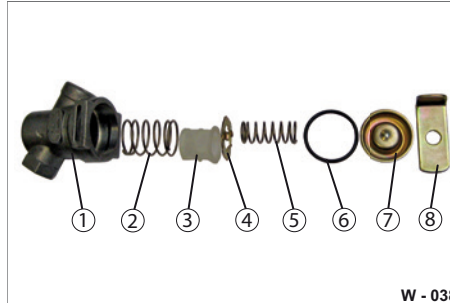

Abb. 38 Leitungsfilter zerlegt
- Drücken Sie mit einem Schraubendreher den Deckel (Abb. 38/8) nach unten und ziehen Sie den Winkel (Abb. 38/9) heraus.
- Entnehmen Sie die beiden Federn (Abb. 38/3 & Abb. 38/6), die Dichtung (Abb. 38/7), das Zwischenblech (Abb. 38/5) und den Filter (Abb. 38/4) heraus.
- Reinigen Sie das Filtergehäuse (Abb. 38/2) mit einem sauberen, trockenen Lappen.
- Reinigen Sie den Filter (Abb. 38/4). Erneuern Sie den Filter bei starker Verschmutzung bzw. Beschädigung.
- Prüfen Sie die Dichtung (Abb. 38/7) auf Beschädigungen, Vorhandensein. Ersetzen Sie beschädigte Dichtungen.
- ▶ Stellen Sie die kleine Feder (Abb. 38/6) auf die Laschen des Zwischenblechs.
- ▶ Setzen Sie den Deckel (Abb. 38/8) darauf.